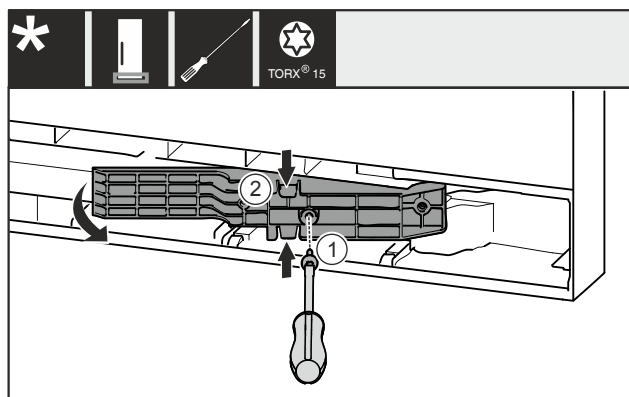

Fig. 13*
- Retirer la vis Fig. 13 (1).*
- Compresser légèrement l'adaptateur Fig. 13 (2) par le haut et le bas et le retirer.*